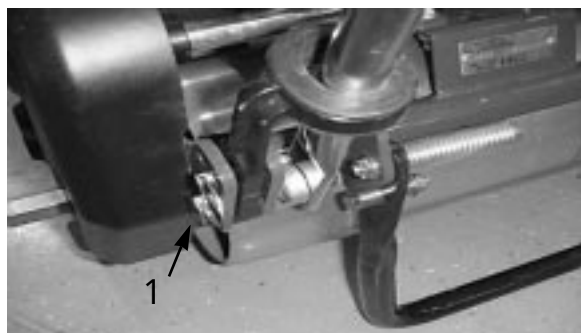

図 5
1. 機体左右のリング・ピンからヘアピン・コッターを抜き取る (図 5)。